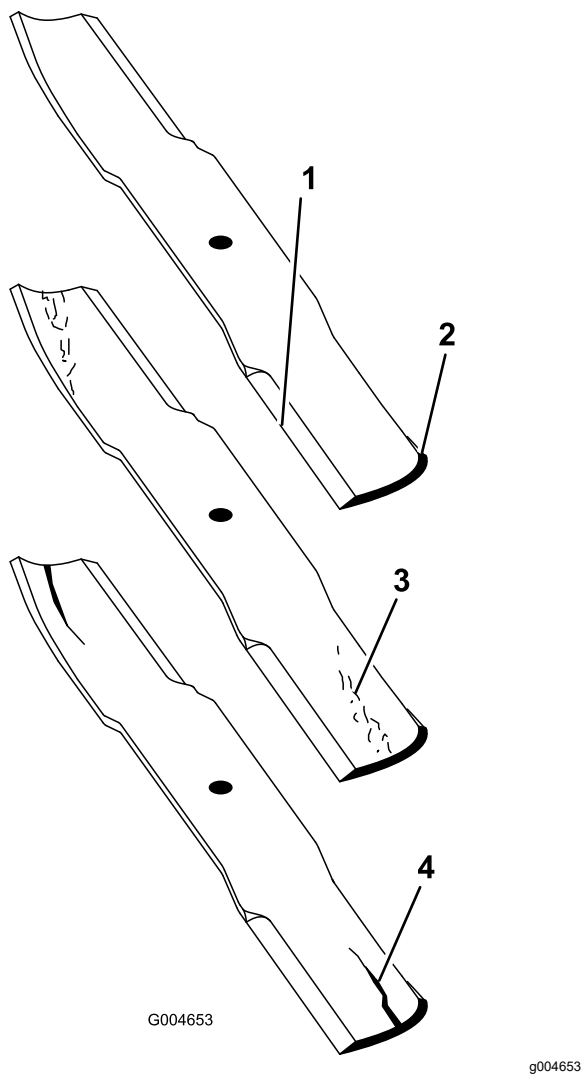

图 26
3. 仔细检查刀片的剪草端特别是刀片平面和曲面交接的部分 (图 26)。
**注意** 由于沙子和研磨材料可能导致连接刀片平面与曲面的金属磨损请在使用剪草机之前检查刀片。如果看到出现磨损图 26 请更换刀片。